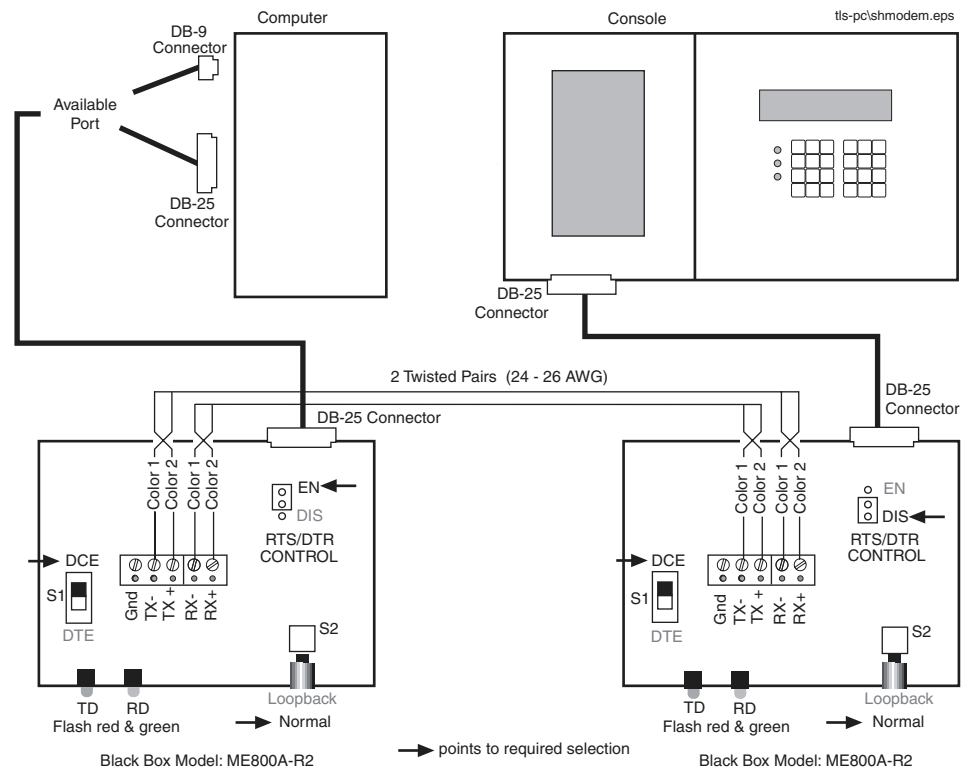

Figura 1. Para conectar una consol TLS a una PC via de módems de corta distancia
Para extensiones de cable superiores a 50 pies (15,20 m) recomendamos el uso de un módem asíncrono de corta distancia, Black Box modelo ME800A [consulte la Figura 1 na página 3]; o equivalente. Puede entrar en contacto con Black Box en P.O. Box 12800, Pittsburgh, PA 15241 U.S.A.; teléfono: (724) 746-5500; fax: (724) 746-0746; o en la dirección de Internet <http://www.blackbox.com>.